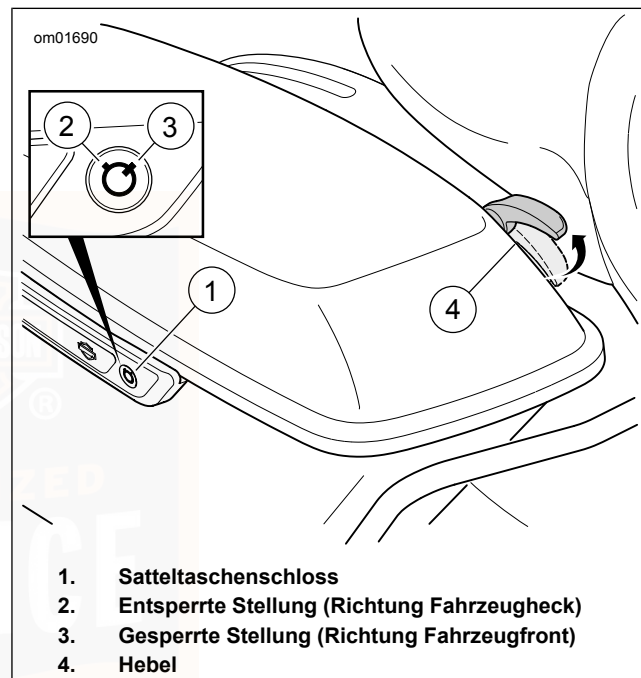

Abbildung 56. Satteltasche
1. Siehe Abbildung 56. Das Satteltaschenschloss mit dem Zündschlüssel entriegeln.
1. Siehe Abbildung 56. Den Satteltaschendeckel zuklappen.
1. Siehe Abbildung 56. Die Satteltasche öffnen.